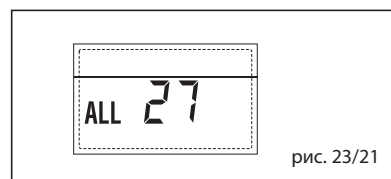

рис. 23/21
– НЕПОЛАДКА СООТВЕТСТВИЯ {1031ВХОДА (S3) ТОЛЬКО ДЛЯ УСТАНОВКИ 7 “ТРЕВ 28” (рис. 23/22)